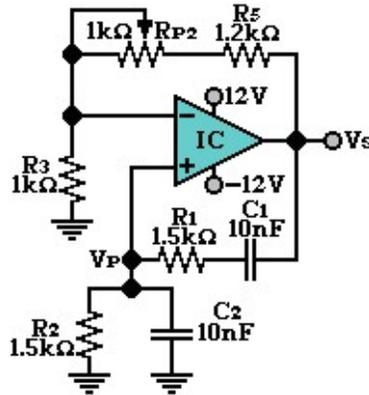
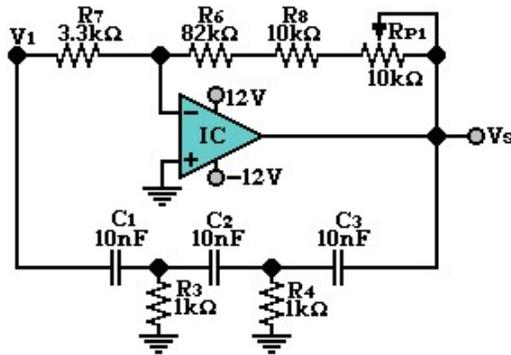

Figura 9.1
Figura 9.2
1. Arme el circuito de la figura 9.1.
3. Arme el circuito de la figura 9.2.
1. ¿Qué función tiene el potenciómetro en el circuito de la figura 9.1 y 9.2?
2. Determine la ganancia, práctica de los circuitos de la figura 9.1 y 9.2, compárela con las obtenidas en las actividades previas.
3. ¿Cuál es la diferencia entre el circuito de la figura 9.1 y figura 9.2?
4. Compare las señales de salida de los circuitos de la figura 9.1 y 9.2 con las obtenidas en la simulación de las actividades previas de la práctica y comente sus resultados.